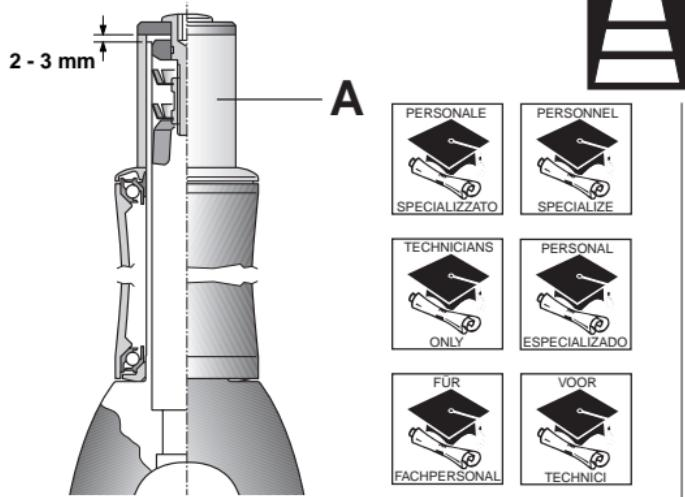

Fig. 3
• Per calcolare la lunghezza del canotto della forcella installate la serie sterzo seguendo le operazioni descritte di seguito, installate l'attacco manubrio (A - Fig.3). La forcella dovrà essere accorciata della parte eccedente l'attacco manubrio e di ulteriori 2-3 mm.
• To determine the length of the steerer tube of the fork, prepare the headset following the above-mentioned instructions. Mount the handlebar coupling (A - fig. 3); the fork length must be adjusted 2 to 3 mm less than the length of the handlebar coupling.
• Zur Berechnung der Gabelschaftlänge den Steuersatz gemäß den nachfolgend beschriebenen Vorgängen installieren und den Lenkervorbau (A - Abb. 3) montieren: Der Gabelschaft muss um die über den Lenkervorbau überstehende Länge plus 2-3 mm gekürzt werden.
• Pour calculer la longueur du pivot de la fourche, monter le jeu de direction en suivant les opérations décrites ci-après. Monter la potence (A – Fig. 3). La fourche devra être raccourcie en coupant toute la partie dépassant la potence, plus 2-3 mm supplémentaires.
• Para calcular la longitud del tubo de la horquilla, montar el juego de dirección según las operaciones descritas a continuación, instalar la unión del manillar (A - Fig. 3). Hay que acortar la horquilla que excede la unión del manillar, más otros 2-3 mm.
• Om de lengte te bepalen van de voorvorkbuis, monteert u de Hiddenset volgens onderstaande instructies en monteert u de stuurpen (A - fig. 3). Meet de lengte die uit de stuurpen steekt en verhoog deze maat met 2-3 mm. Kort de buis in met de lengte die dan overblijft.